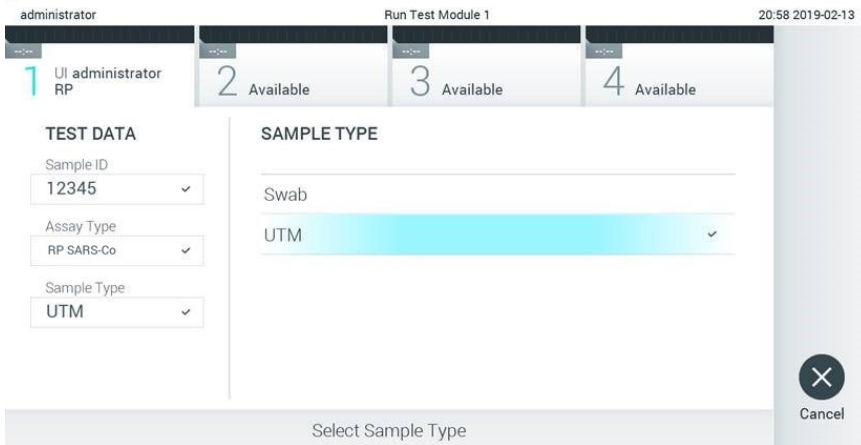

Figura 46. Selezione del tipo di campione.
8. - il tipo di campione appropriato dall'elenco (Figura 46).